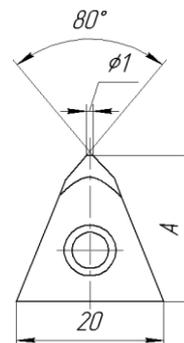

Рис. 4
*Вариант исполнения шипа №2 (рис. 4):* шипы имеют форму трапеции с основанием 20мм, вершина шипа имеет конусную заточку 80°, а диаметр кромки при вершине равен 1мм.